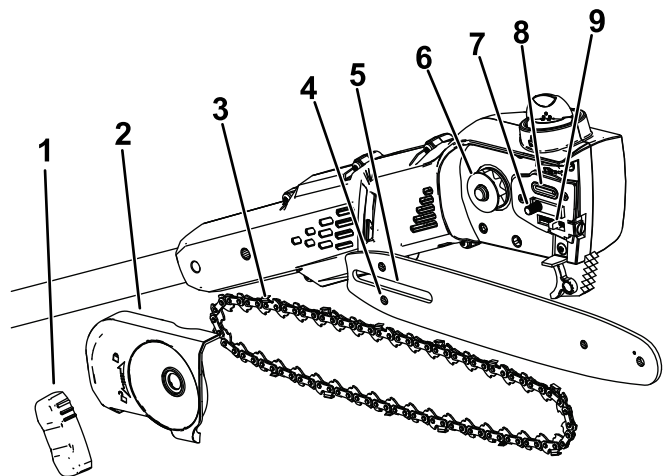

Figure 19
2. Déposez le couvercle latéral; tournez le bouton du couvercle du guide dans le sens antihoraire jusqu'à ce que le bouton puisse être retiré, puis déposez le couvercle latéral (Figure 19).
7. Contrôlez la sortie d'huile (Figure 19) et enlevez les débris éventuellement présents.
Important: Vérifiez que le goujon de réglage de la chaîne est bien inséré dans la fente correspondante sur le guide-chaîne (**Figure 19**). Vous devrez peut-être tourner la vis de réglage de tension de la chaîne pour pouvoir enfiler le goujon dans le trou du guide.